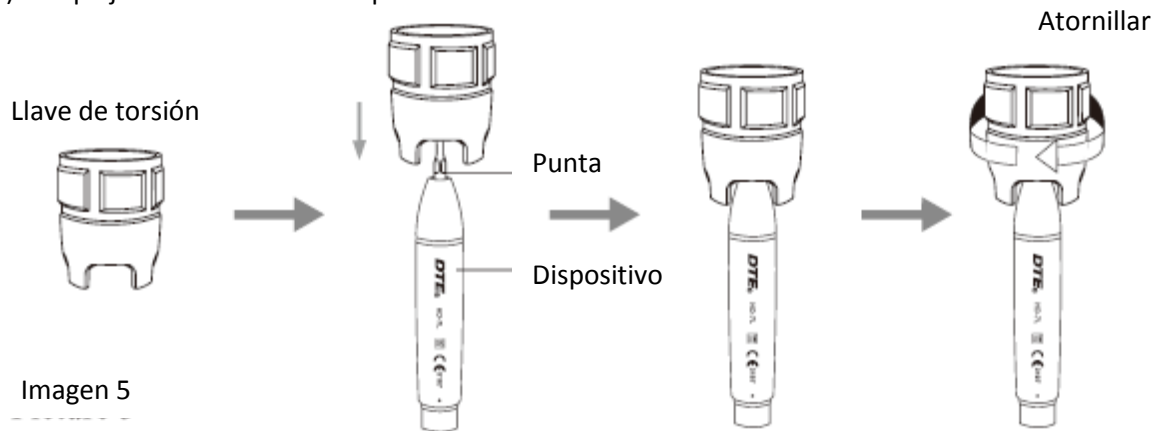

Imagen 5
- 2.1.9 Seleccionar una punta de escarificación adecuada como lo requiera, atornillarla firmemente en el dispositivo con una llave de torsión (imagen 5)
2.3 Instrucción de la llave de presión (mostrado en la imagen 5)
- a) Tomar la punta de escarificación en la llave de torsión: operar como se muestra en la imagen 5.
- b) Instalación de la punta: sujetar el dispositivo: girar la punta hacia la dirección mostrada en la imagen 5 con la llave de torsión. Girar dos círculos más, cuando la punta se detenga, entonces la punta está instalada.
La punta está floja debido a la vibración	Atornillar firmemente en la punta. (como se muestra en la imagen 5)